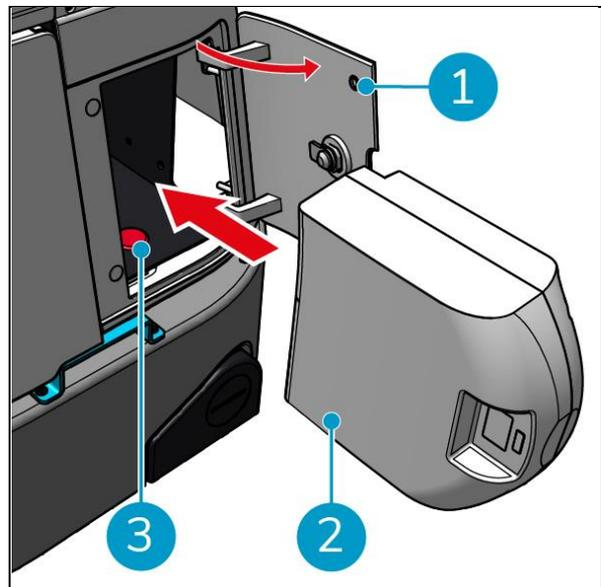

Figura 11
Antes de retirar la batería, asegúrese de apagar el co-botic 45 mediante el botón de encendido situado en el interior del compartimento de la batería (ver Figura 11, pos. 3). Si retira la batería sin apagar el co-botic 45, la batería podría "saltar" y causar problemas con los conectores.
1. Abra la tapa del compartimento de las pilas con la llave suministrada (figura 11, pos. 1).
2. Introduzca la pila en la ranura para pilas (figura 11, pos. 2). Un clic indica que la batería está bloqueada.
1. Pulse el botón de encendido situado delante de la batería (Figura 11, pos. 3), el co-botic 45 se encenderá.